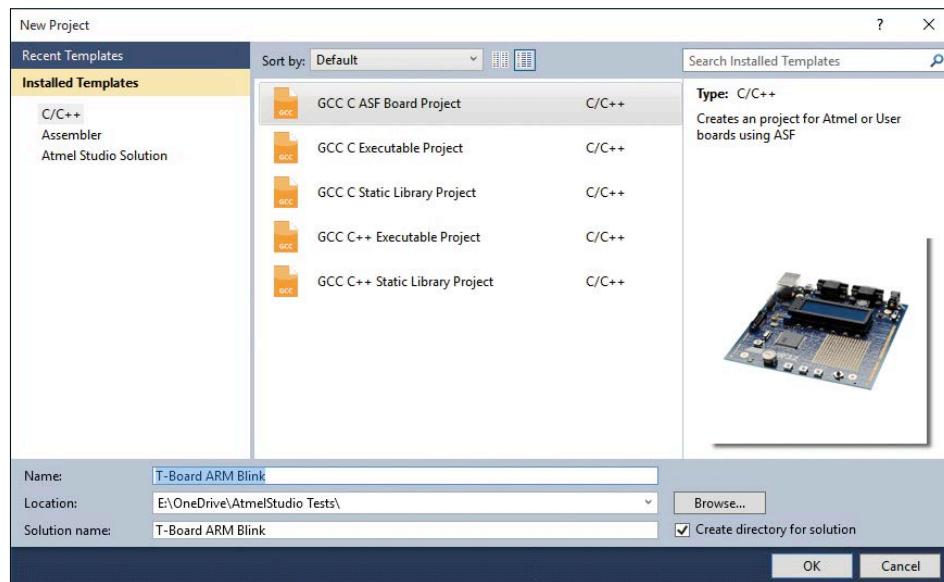

Figure 4. Fenêtre de sélection du *GCC ASF Board Project*.
1. Ouvrez Atmel Studio et créez un nouveau projet *GCC ASF Board Project* – entrez un nom et l'emplacement du dossier de sauvegarde (fig. 4).